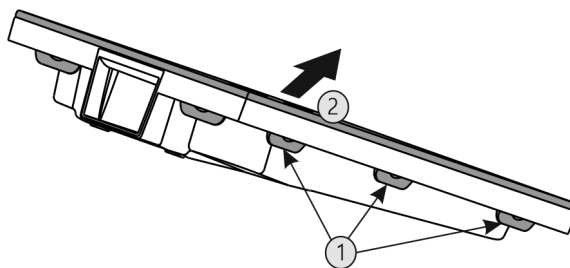

Fig. 65
- ▶ Последовательно нажать на все накладки Fig. 65 (1) и снять крышку Fig. 65 (2).